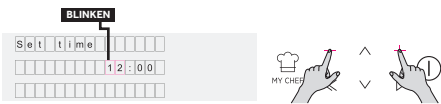

Abbildung 4
- Stellen Sie die Zeit über die PLUS- und MINUS-Tasten ein. Drücken Sie OK, um fortzufahren. (Abbildung 4)